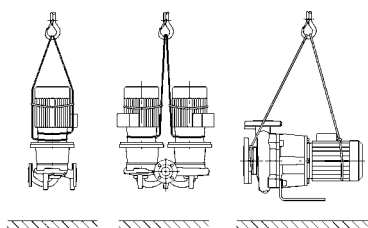

Fig. 4: Fixação da bomba
- Os olhais de transporte no motor só servem para guiar o suporte da carga (Fig. 4).